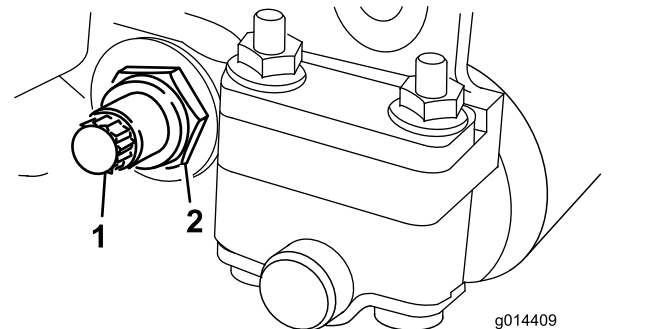

Bild 21
- Lösen Sie an jeder Seite der Maschine die Klemmmutter, mit der die Schraube des Untermesserträgers befestigt ist (Bild 21).
- Nehmen Sie jede Schraube des Untermesserträgers ab, damit der Untermesserträger nach unten gezogen und von der Schneideinheit entfernt werden kann (Bild 21).